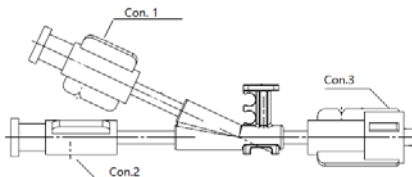

Fig. 5-5: Estrutura de adaptador de três vias B
5. Utilize o adaptador de três vias B para conectar o tubo de saída de tubo de água de resfriamento para as duas antenas de ablação por micro-ondas. A estrutura de adaptador de três vias B é como mostrada na Fig. 5-5. Con. 3 é conectado com o tubo de saída do tubo de água de resfriamento, Con. 1 e Con. 2 são conectados com o conector Luer macho da antena de ablação por micro-ondas.